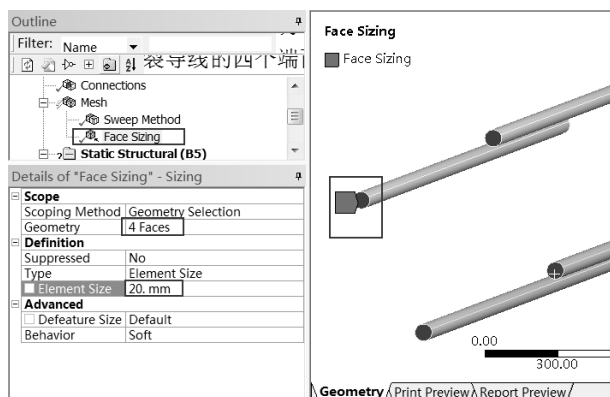
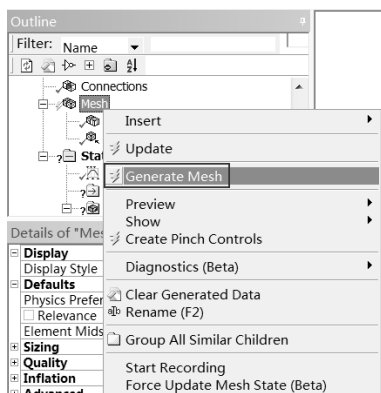
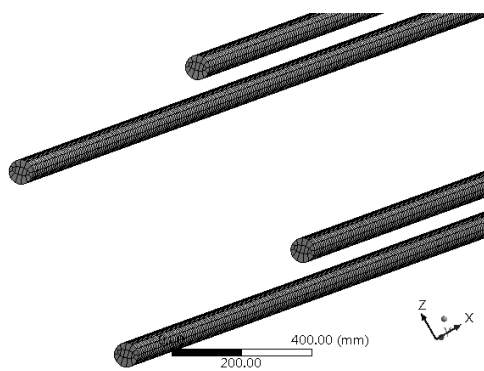

图 19-45 模型端面网格设置
图 19-46 执行网格计算
图 19-47 网格生成
Step3 : 用同样方式添加一个如图 19-45 所示的 Sizing, 确定在 Geometry 栏中选中了四分裂导线的四个端面, 在 Details of “Face Sizing” 面板的 Type 中选择 Element Size 选项, 在 Element Size 中输入 20mm, 执行网格计算, 如图 19-46 所示, 网格生成结果如图 19-47 所示。